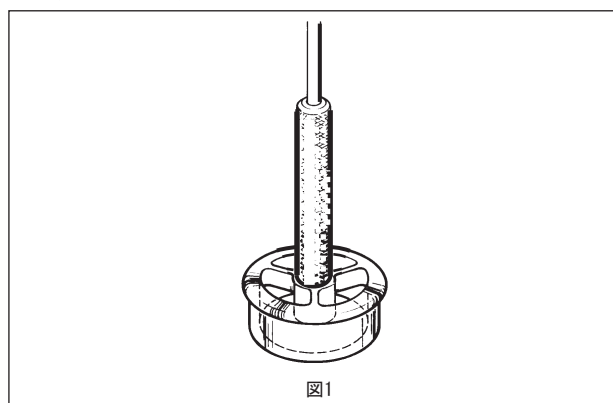

図1
3. 「組み合わせて使用する医療機器」に記載の本品専用サイザー(図1)を使用して、患者の弁輪のサイズを測定します。オー